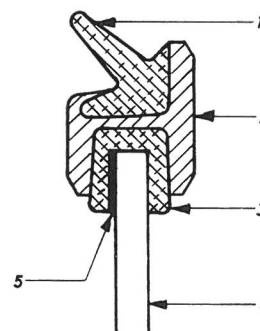

Bild 78 - Seitenspiel (quer zur Fahrtrichtung) beseitigen – Ausgleichstück liegt zwischen Fensterführung und Glasscheibe
- a) Bei völlig nach unten gekurbeltem Fallfenster das Ausgleichstück – **nicht** mit Gummikleber bestrichen – zunächst von oben nach unten zwischen Fensterführung und Glasscheibe einschieben (Bild 78).